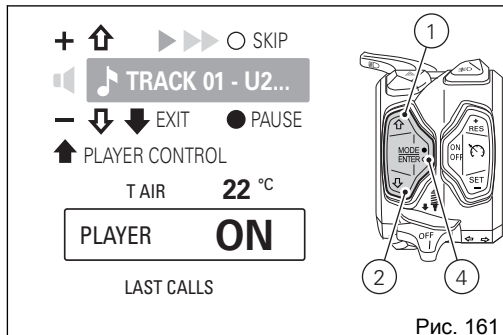

Рис. 161
Если плеер отключен, на приборной панели будет отображаться надпись «PLAYER OFF» (Рис. 159). Нажмите на кнопку (4) для включения. На приборной панели отображается надпись «PLAYER ON» и появляется меню плеера сверху меню (Рис. 161).
Если плеер активирован, и вы находитесь на странице управления плеером (Рис. 161), используйте кнопки (1), (2) и (4) только для управления:
- Добавить громкость: Однократное нажатие кнопки (1).
- Убавить громкость: Однократное нажатие кнопки (2).
- Пауза / воспроизведение: Нажимание кнопки (4) в течение 2 секунд.
- Переход на следующую композицию: Однократное нажатие кнопки (4). При каждом нажатии осуществляется переход на следующую композицию.